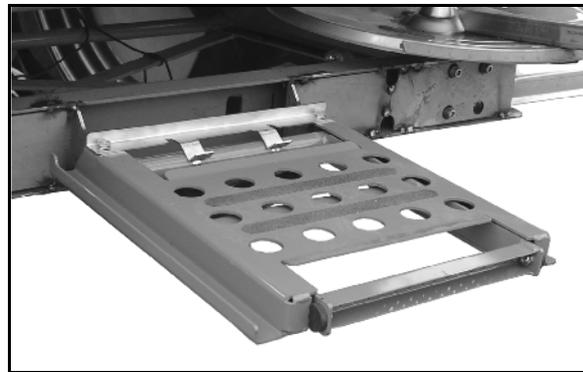

Fig. 41
- Bei Nichtgebrauch Leiter hoch schwenken (Fig. 41) und mit dem Podest nach vorne schieben.